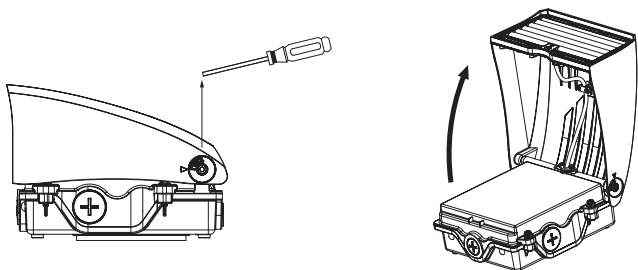

Fig. 1
1. Desserrer les vis de réglage d'angle (Fig. 1) à l'aide d'un tournevis hexagonal, puis ajuster à 90°.